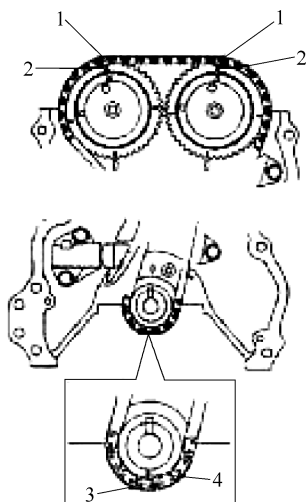

图 6-40 正时标记对准
3) 如图 6-40 所示, 通过对准正时链条的深蓝色板 1 和凸轮轴正时链轮的三角形标记 2 来安装正时链条。
正时链轮安装到曲轴上, 如图 6-40 所示。
7) 检查进气和排气凸轮轴正时链轮上的三角形标记 2 是否与正时链条上的深蓝色标记相匹配, 并且曲轴正时链轮上的配合标记 3 与正时链条上的标记 4 相匹配, 如图 6-40 所示。